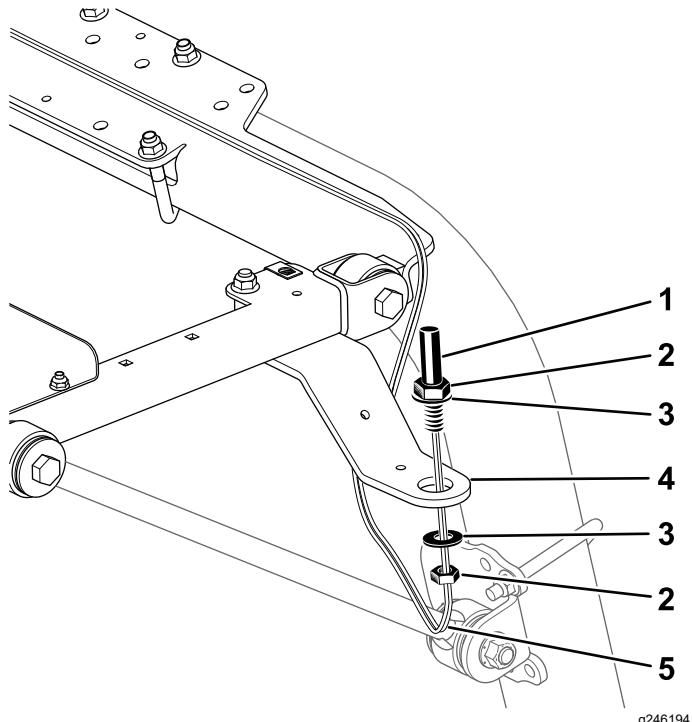

Bild 8
- Bringen Sie die Rundumleuchtenfassung an der Halterung an, wie in Bild 8 abgebildet.